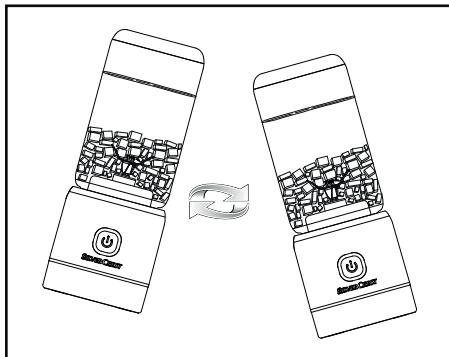

Fig. 1
- 4) Per agevolare la distribuzione degli ingredienti, si può muovere l'apparecchio mentre tritura gli alimenti. Per farlo tenere l'apparecchio in mano ed eseguire movimenti oscillatori avanti e indietro (vedere fig. 1). Assicurarsi che il miscelatore 4 non si stacchi dal blocco motore 9.